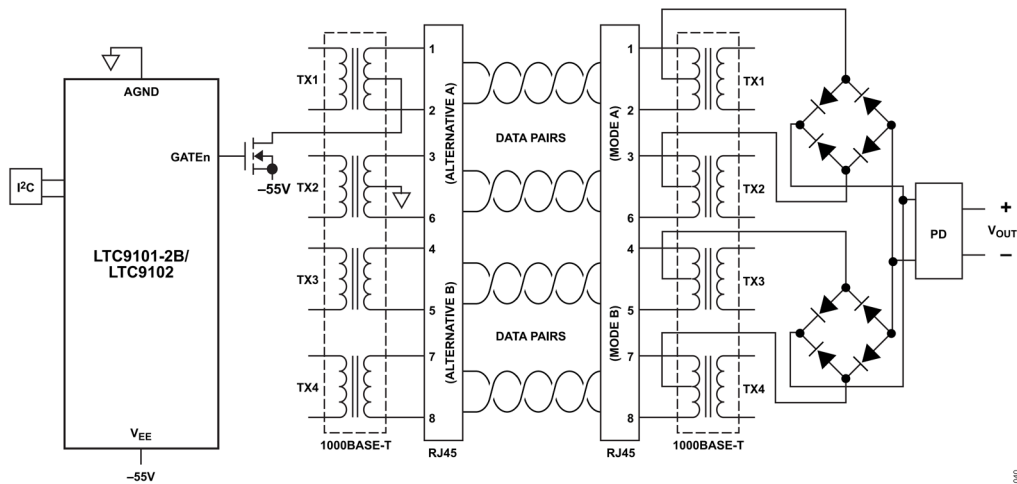

図 36. 802.3bt システムの構成図 - 2 ペア PSE とシングルシグネチャ PD
一般的なイーサネット・データ接続は 2 本または 4 本のツイスト・ペア銅線（通称イーサネット・ケーブル）で構成され、それぞれの端をトランスで結合してグラウンド・ループを防止しています。PoE システムはこの結合配置の利点を生かし、データ・トランスのセンタータップ間に電圧を加えることによって、データ伝送に影響することなく PSE から PD へ電力を送ります。PoE システムの回路図の概要を図 36 に示します。
- ▶ タイプ 3 およびタイプ 4 の PD は、シングルシグネチャ PD またはデュアルシグネチャ PD として構成できます。シングルシグネチャ PD は、両方のペアセットに対して有効な同じシグネチャ抵抗を同時に示します（図 36 を参照）。デュアルシグネチャ PD は、完全に独立した 2 つの有効な検出シグネチャを、各ペアセットに対して 1 つずつ示します。
802.3at で記述されていた PD 構成は 1 つだけで、これはシングルシグネチャ PD と呼ばれます。その構成を図 36 に示します。シングル・シグネチャ PD は、両方のペアセットに対して同じ 25k 検出抵抗を並列に示します。